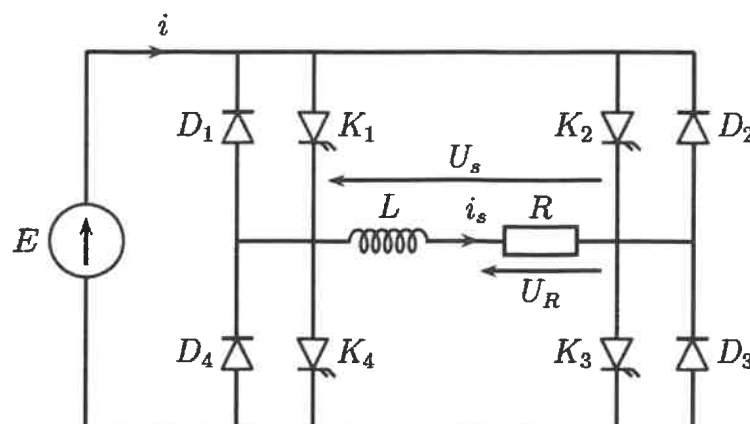

FIGURE 8 – Réalisation pratique d'un onduleur de tension à deux niveaux.
- ❑ 30 — Dans la pratique, l'onduleur qui alimente la charge {résistance + bobine} est réalisé avec le montage de la figure 8. Les interrupteurs commandés K_n sont des transistors idéaux unidirectionnels et le circuit contient également quatre diodes idéales D_n . Expliquer le rôle des diodes dans ce circuit.